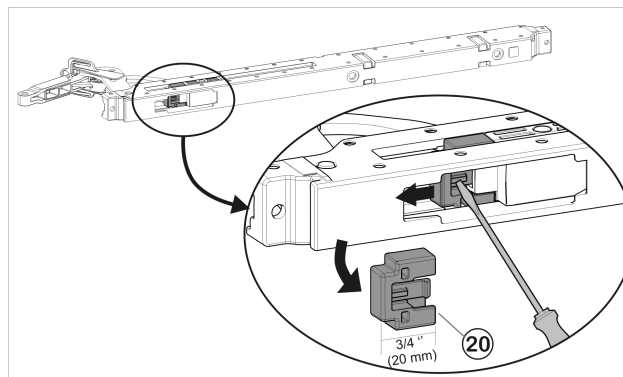

Fig. 54
- Retirar el limitador de apertura (110°) Fig. 54 (20) en el amortiguador de cierre: presione hacia abajo el enganche con el destornillador y retire el limitador de apertura Fig. 54 (20).